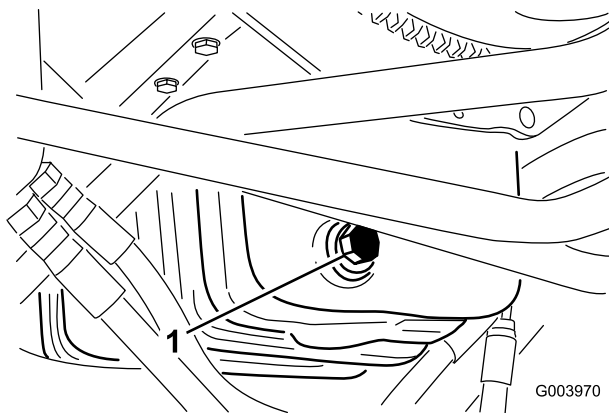

Figura 57
1. Retire el tapón de vaciado (Figura 57) y deje fluir el aceite a un recipiente apropiado.